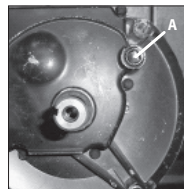

Рис. 6
с л и - ва масла А на Рис. 6 и слейте масло в подходящее для этого емкость;
3. Когда двигатель остынет, открутите крышку с л и - ва масла А на Рис. 6 и слейте масло в подходящее для этого емкость;